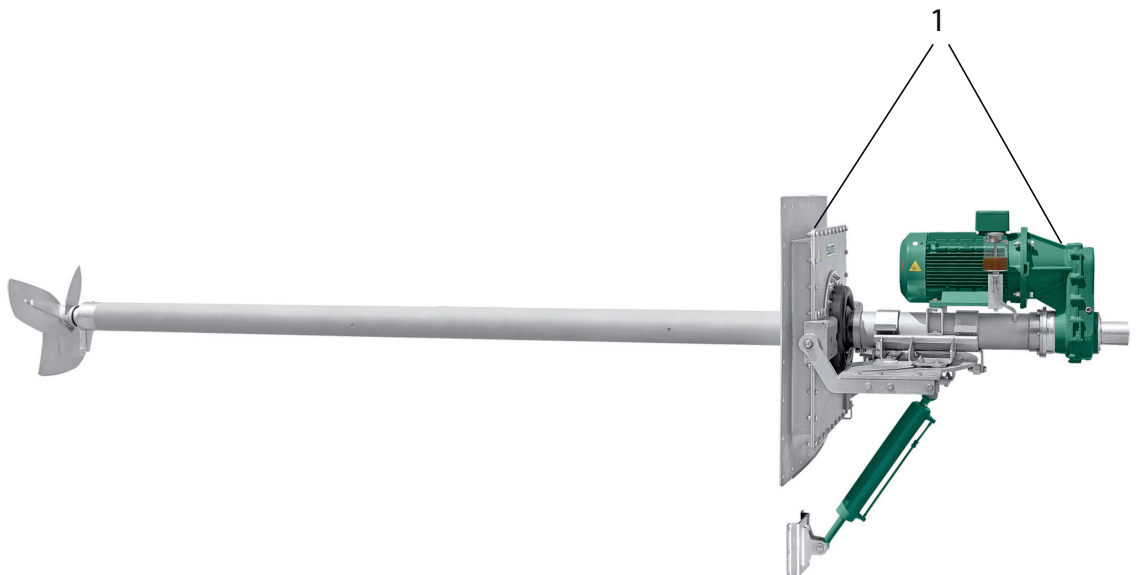

fig. 1: Points de suspension Giantmix FT
- Soulever l'agitateur en utilisant un dispositif de levage (p. ex. excavateur, grue, etc.) et des dispositifs appropriés d'accrochage de la charge („fig. 1: Points de suspension Giantmix FT" à la page 13).